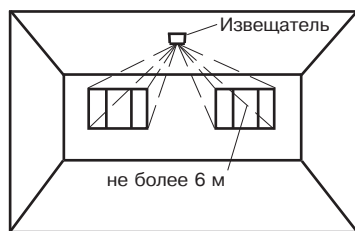

Рисунок 5 – Установка извещателя на потолке
- извещатель рекомендуется устанавливать на высоте не менее 2 м (см. примеры установки на рис. 5 – 9);